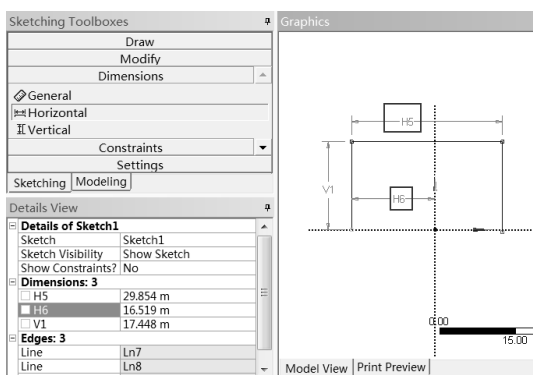

图 5-46 尺寸标注
Step11: 同样操作标注如图 5-46 所示的尺寸。
Step12: 在如图 5-46 所示的 Details View 下面的 Dimensions:3 中, 做如下修改。